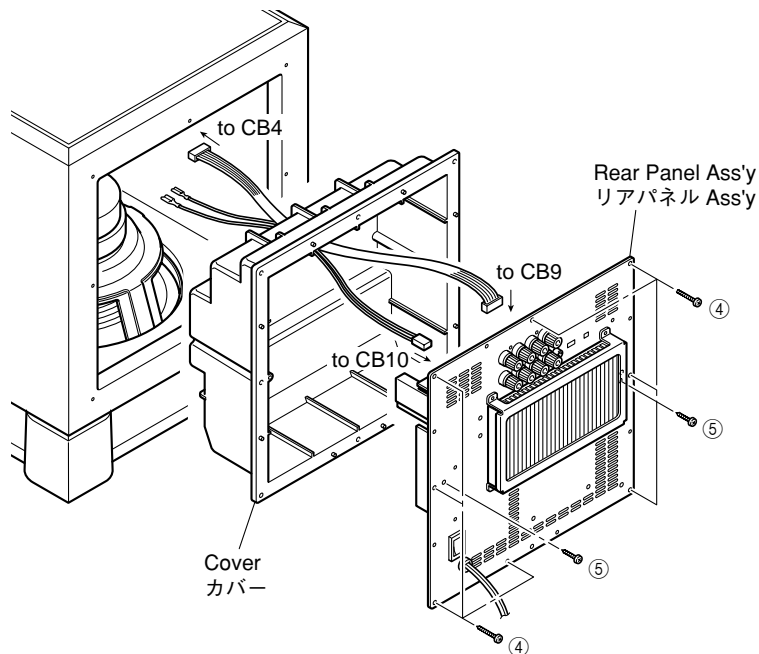

Fig. 3
- Remove 8 screws (④). (Fig. 3)
* Screws (④) are identified with arrow marks (◀).
- Pull out the rear panel ass'y. (Fig. 3)
- Remove 2 screws (⑤). (Fig. 3)
* Screws (⑤) are identified with arrow marks (↔).
- Remove the cover. (Fig. 3)
- Disconnect the connectors (CB9 and CB10). (Fig. 3)
- ④のネジ8本を外します。(Fig. 3)
- リアパネルAss'yを引き出します。(Fig. 3)
- ⑤のネジ2本を外します。(Fig. 3)
- カバーを外します。(Fig. 3)
- CB9、CB10を外します。(Fig. 3)